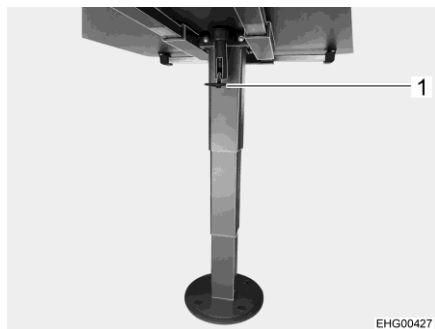

Fig. 139 Table à hauteur réglable, coulissante
- Rabattre le levier de verrouillage (Fig. 139,1) vers le bas.